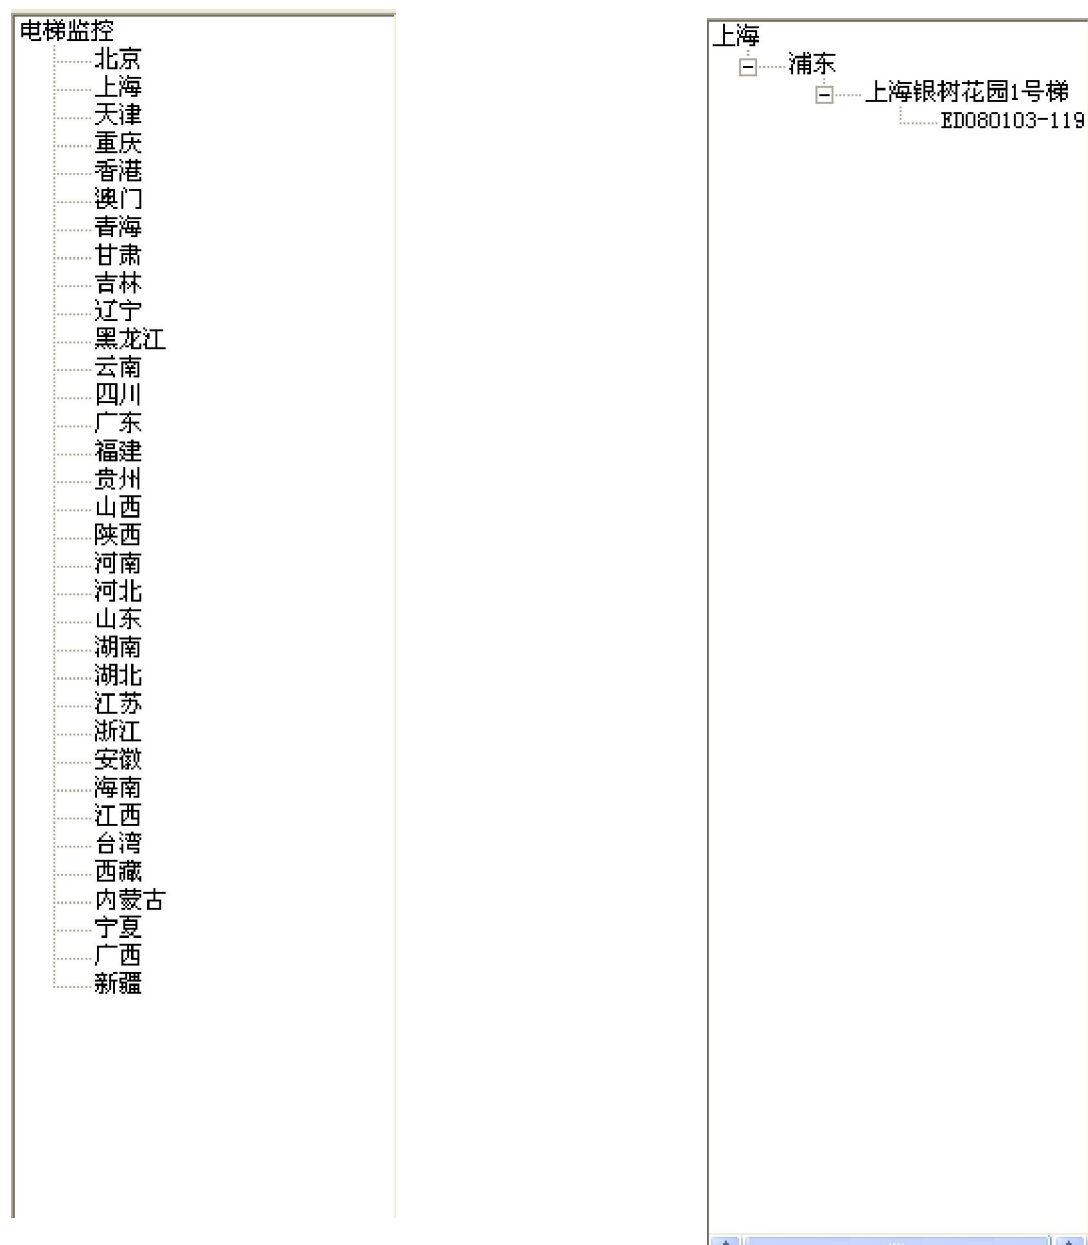

图 6
- (5) 电梯列表：显示当前系统监控的所有电梯，如图 6 所示：